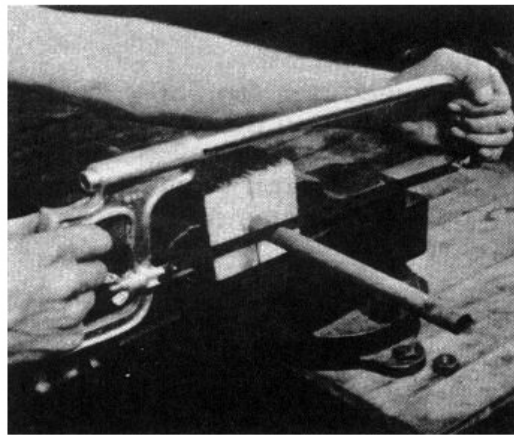

Figure 1
- On doit saisir la scie comme à la figure 1, c'est à dire la main gauche sur le cadre et la main droite sur la poignée. La position debout avec le pied gauche légèrement en avant du pied droit.